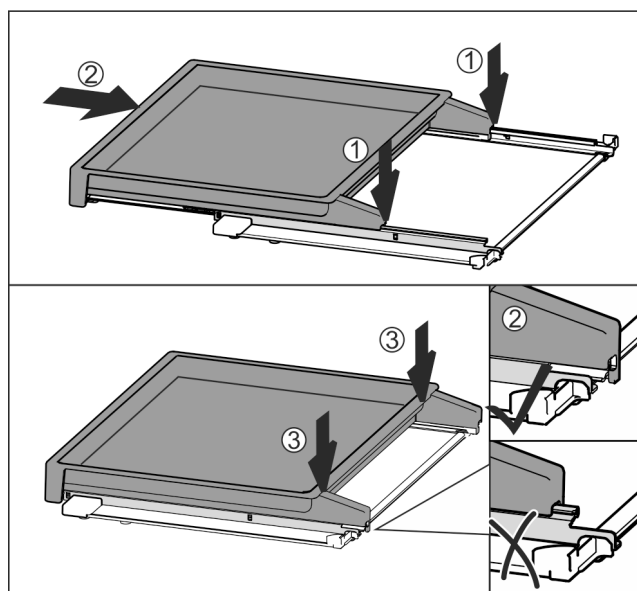

Fig. 81
- Mittig auf Schienen aufsetzen Fig. 81 (1).
- Auszugsbord vollständig einschieben Fig. 81 (2).
- An hinterer Seite drücken bis es hörbar einrastet Fig. 81 (3).